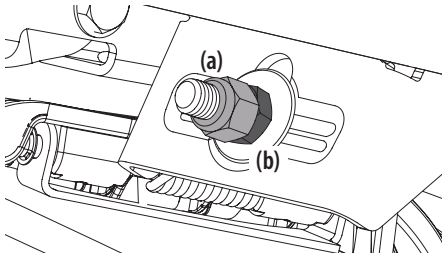

Figura 39
5. Para **elevar** el frente de la plataforma, extraiga la tapa de extremo, afloje la contratuerca exterior (a) y apriete (rosca hacia adentro) la tuerca interior (b) contra la ménsula de suspensión delantera. Consulte la Figura 39. Una vez alcanzado el ajuste adecuado, vuelva a ajustar la contratuerca exterior (a) y vuelva a colocar la tapa de extremo.
6. Para **bajar** el frente de la plataforma, extraiga la tapa de extremo, afloje la contratuerca exterior (a) y afloje (rosca hacia afuera) la tuerca interior (b) alejándola de la ménsula de suspensión delantera. Consulte la Figura 39. Cuando se logre el ajuste correcto, vuelva a apretar la contratuerca externa (a) hasta 57 pies-libras (77 N-m) y vuelva a colocar la tapa de extremo.